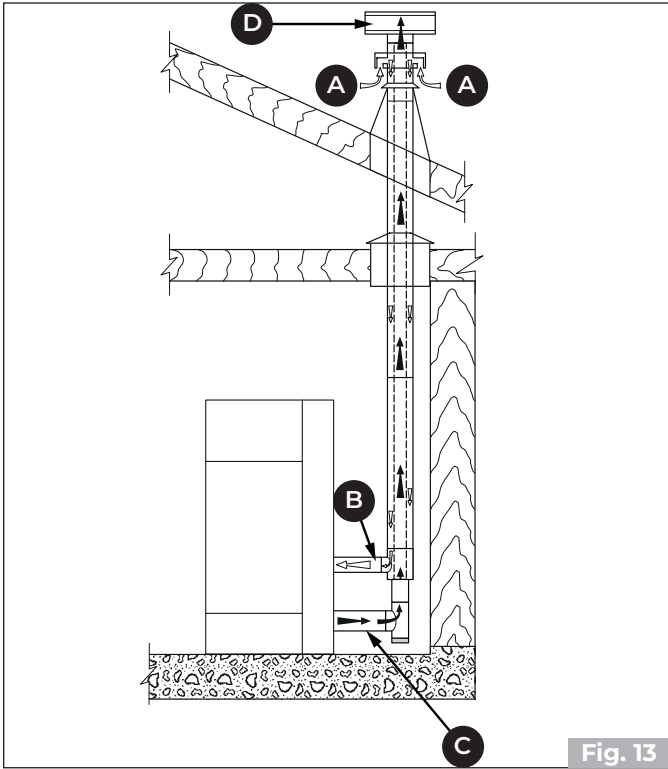

Fig. 13
- canalizzare l'aria comburente sfruttando un tubo di scarico coassiale per l'espulsione dei fumi e il prelievo dell'aria **"Fig. 11"** - **"Fig. 13"** **A, B** = Ingresso aria, **C, D** = Uscita fumi); pertanto non è necessario fare una classica presa d'aria nel locale.